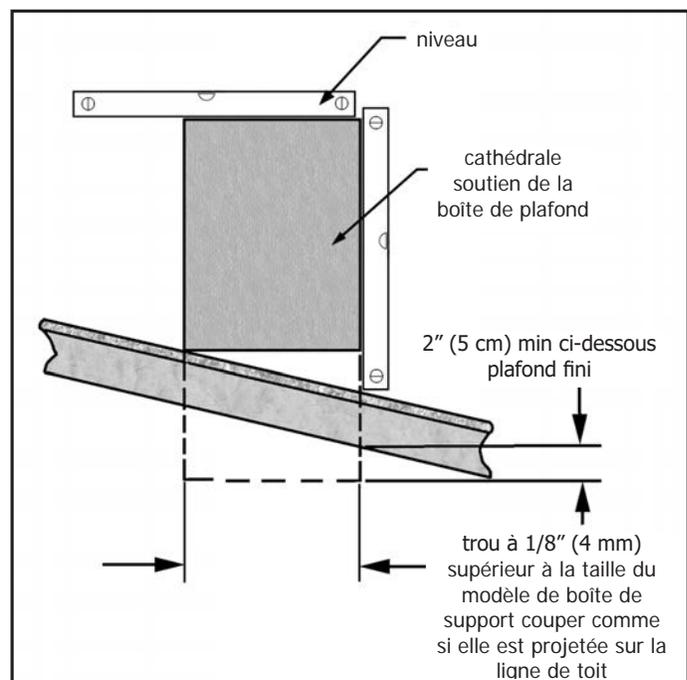

Figure 40: Plafond cathédrale boîte de support de mise à niveau.
4. Abaisser la "boîte de support" à travers le trou dans le toit jusqu'à ce que le fond de la "boîte de support" saillie au moins 2 pouces (5 cm) au-dessous du plafond. Aligner la "boîte de support" à la fois verticalement et horizontalement avec un niveau comme le montre la Figure 40. Temporairement virer la «boîte de support" dans le lieu à travers les murs à l'intérieur et dans le revêtement du toit.